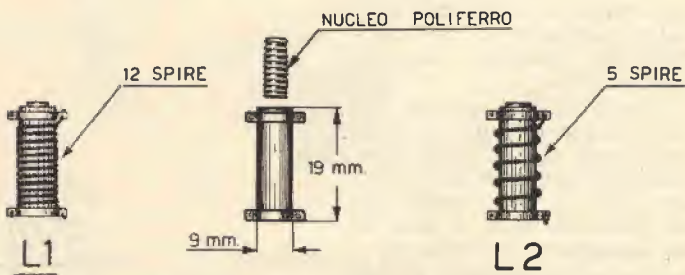

Fig. 12 - Dati costruttivi per bobine L1 - L2
- L1 - L2 (vedi articolo e dati di costruzione a fig. 12)